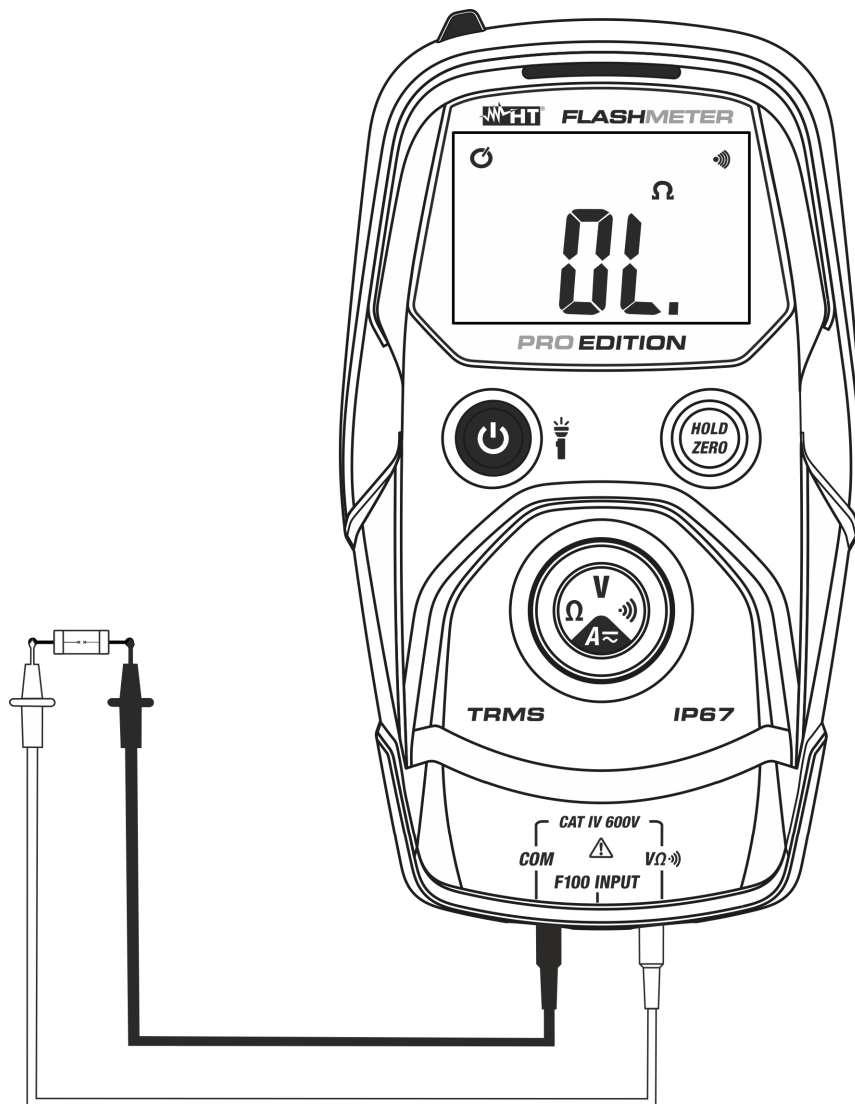

Fig. 6: Uso dello strumento per il Test Continuità
4. Posizionare i puntali nel circuito esame (vedere Fig. 6). Il cicalino continuità è attivo per  $R < 50\Omega$